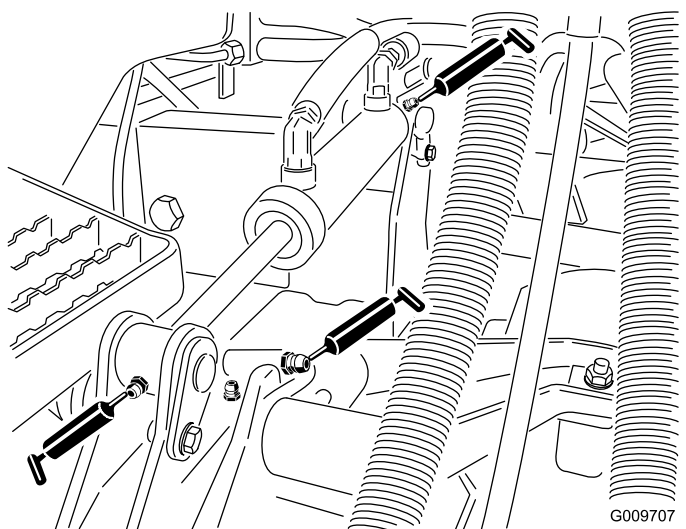

Figure 84
- Bagues de bras de levage (1 par unité de coupe), comme montré à la Figure 84.
- Bagues de vérin de levage (2 par unité de coupe), comme montré à la Figure 84.